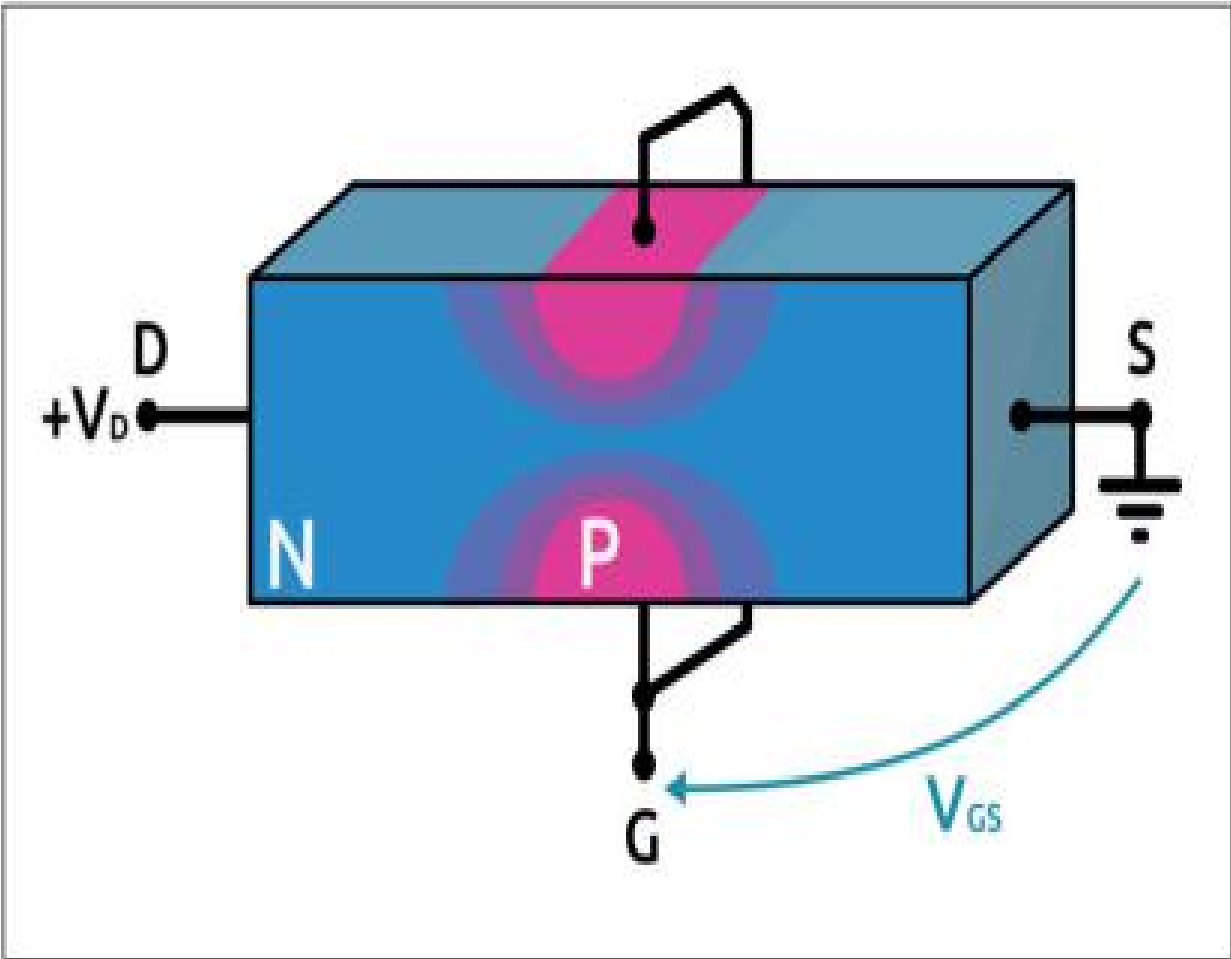

Figura 3.66 – Estructura simplificada de un JFET de canal N.
Un JFET de tipo N está fabricado partiendo de un semiconductor dopado N que funciona como canal para el dispositivo. En esta capa se encuentran conectados el drenaje y la fuente. En los lados del canal se sitúan áreas con dopaje opuesto (P) que llegan hasta el terminal de puerta. En la figura 3.66 está representado un esquema simplificado de la estructura de un JFET de canal N. En realidad estos dispositivos están hechos con capas distintas a las que se muestran, que sirven para entender mejor el funcionamiento. Las dos pequeñas zonas con dopaje P, en contacto con el canal N, forman una unión PN. Si aplicamos una tensión negativa a la región P, polarizamos inversamente la unión PN. En un diodo en polarización inversa se forma una